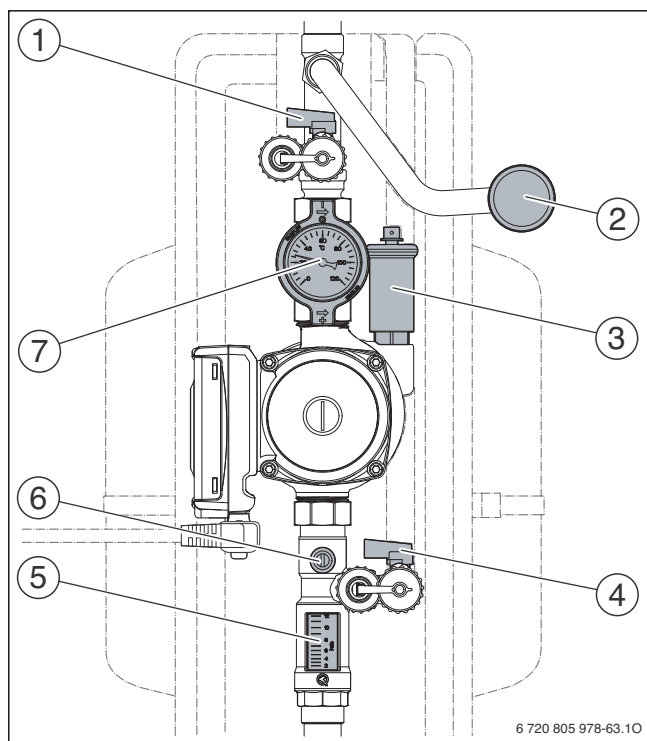

Fig. 76 Panoramic view of solar pump
- ▶ Durante le procedure di accensione, controllare il manometro (→ fig. 76, [2]) sul gruppo solare.
i Se il manometro (→ fig. 76, [2]) indica oscillazioni di pressione all'accensione e allo spegnimento del circolatore solare, sfiatare nuovamente il sistema solare termico.
- ▶ Far funzionare per circa 10 minuti il circolatore solare. Controllare la circolazione sul misuratore di portata (→ fig. 76, [5]).
- ▶ Sfiatare nuovamente l'impianto solare con il disaeratore automatico integrato sul circolatore solare (→ fig. 76, [3]) e impostare una pressione d'esercizio di 2,5 bar. Fare attenzione in caso di impianti con una differenza di altezza oltre i 12 m cap. 8.1.
- ▶ Leggere la portata sul limitatore di portata (→ fig. 76, [5]).
- ▶ limitare la portata con la vite di taratura del limitatore di portata (→ fig. 76, [6]) finché non viene raggiunta la portata massima.